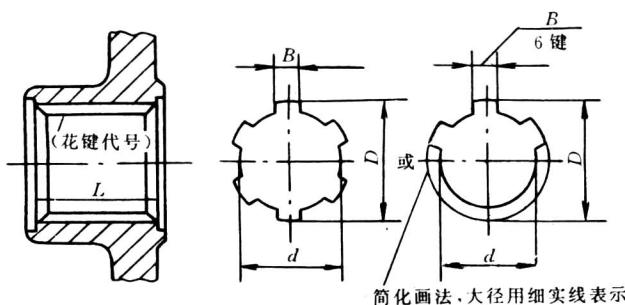

图 1-10 矩形内花键的画法和尺寸标注
2) 矩形花键的形式和标记 外花键的画法如图 1-9 所示，内花键的画法如图 1-10 所示。外花键的代号标注示例如下：